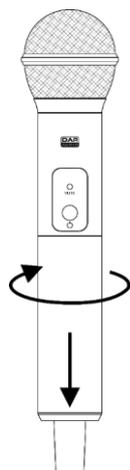

Abb. 08
- 01) Drehen Sie die Batterieabdeckung im Uhrzeigersinn, um sie zu lösen. Entfernen Sie sie (Abb. 08).